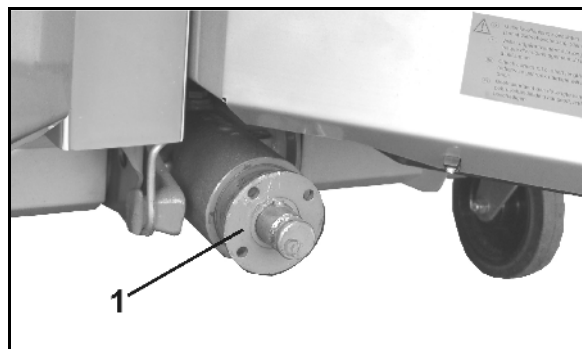

Fig. 37
1. Trekk flenshylsen (Fig. 37/1) av girets inngangsaksel med en avtrekker.
4. Skru ut låseskruen (Fig. 37/6).
Sørg for at passfjærene (Fig. 37/5) dekkes helt til!